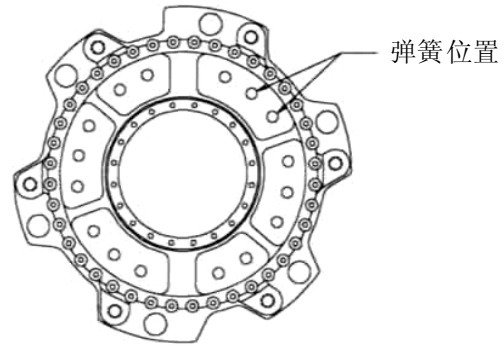

图 11
4.9.20 以对称方式将各个弹簧装在压紧盘组件〔13〕上，应将它们作尽可能均匀的分布。将弹簧放入压紧盘的轮毂或弹簧腔内，如图 11 所示。如果用时，应将弹簧护圈〔53〕放置在弹簧顶部，以便将弹簧固定就位。